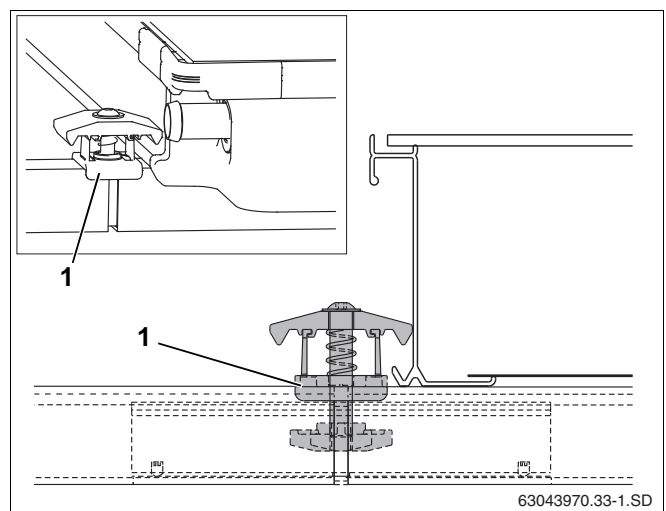

Fig. 48 Montering af dobbeltsidet opspændingsanordning
- ▶ Læg den dobbeltsidede opspændingsanordning ind i profilsinnens og stikforbinderens åbning med møtrikken foran, så plast-afstandsholderen (fig. 48, **pos. 1**) griber om profilsinnene.